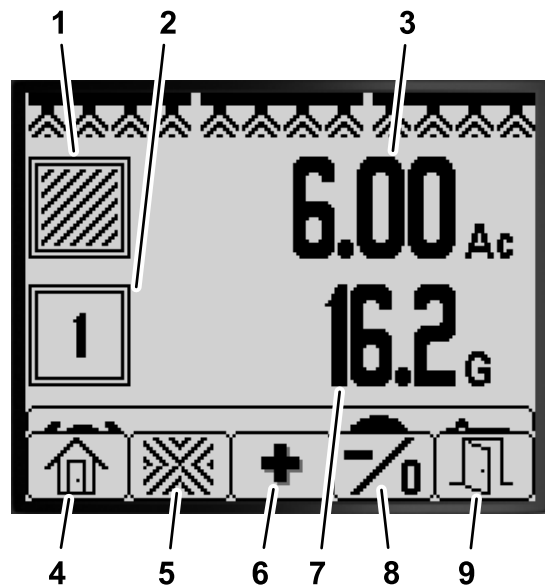

Figura 77
- En la pantalla de Inicio, mantenga pulsado el botón 5 para abrir la barra de menús, y pulse el botón 2 para seleccionar la pantalla Área secundaria (Figura 77).
- En la pantalla Área total, mantenga pulsado el botón 5 para abrir la barra de menús, y pulse el botón 3 para seleccionar la pantalla Área secundaria (Figura 77).
2. Utilice los botones del InfoCenter (Figura 77) para realizar las siguientes acciones: